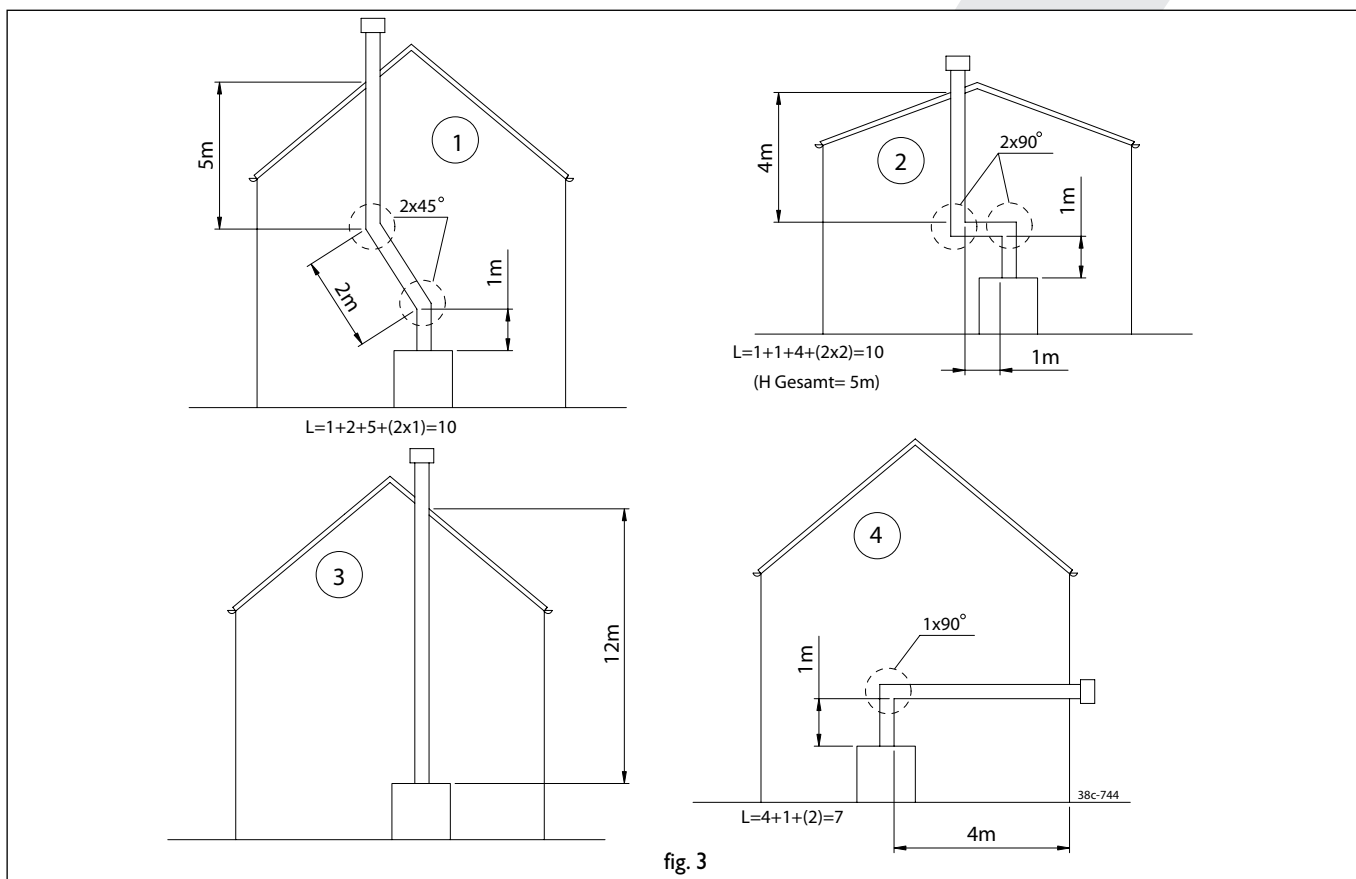

fig. 3
### Anschlußmöglichkeiten (Fig. 3)
Die maximale Gesamtlänge ist die Summe der Rohrlänge plus der Länge für die Krümmungen (siehe die 4 Beispiele in Fig. 3).
- Entscheiden Sie sich für eine der Anschlussmöglichkeiten gemäss Fig. 3.